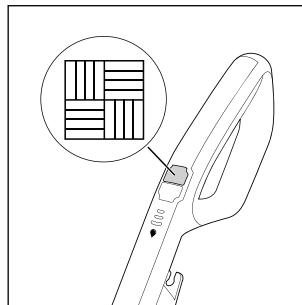

Fig. 13
- ◆ Para encender el aparato, pulse el interruptor de suelos  ⑭ (consulte la fig. 13). Tras esto, el led del interruptor de suelos  ⑭ se enciende en azul.
- ◆ Para apagar el aparato, vuelva a pulsar el interruptor de suelos  ⑭ (consulte la fig. 13).